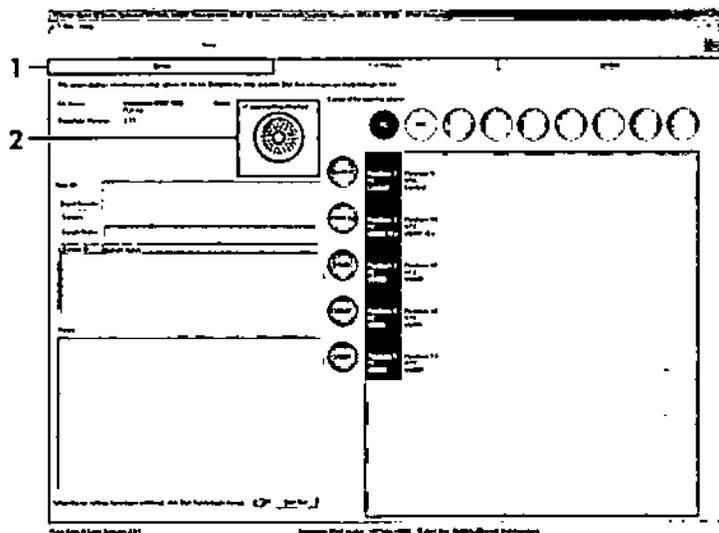

Ilustración 13. Pestaña "Setup" (Configuración) [1] y opción "Locking Ring Attached" (Anillo de fijación sujeto) [2]
10. La pestaña "Setup" (Configuración) [consulte la ilustración 13] se abre de manera predeterminada. Confirme que el anillo de fijación esté sujeto y marque la casilla "Locking Ring Attached" (Anillo de fijación sujeto). Cierre la tapa del equipo Rotor-Gene Q.